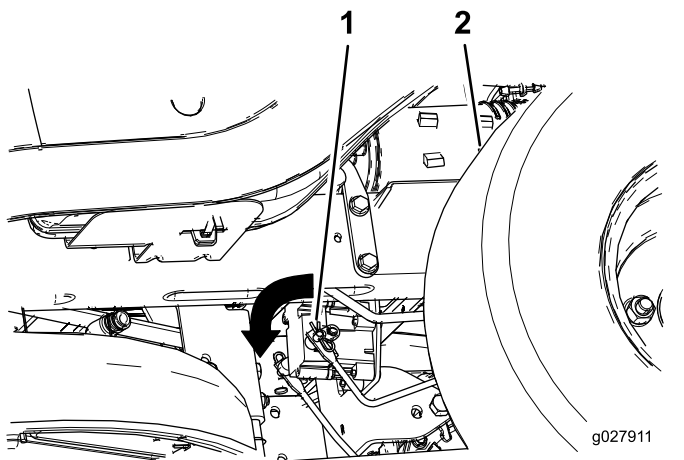

Figura 57
3. Localize o veio no travão elétrico onde os braços de articulação do travão estão ligados (Figura 57).